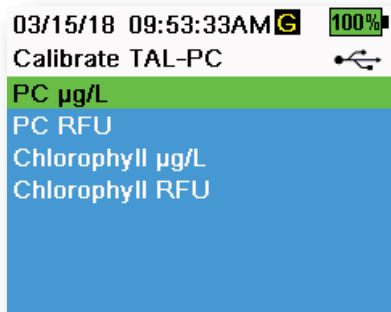
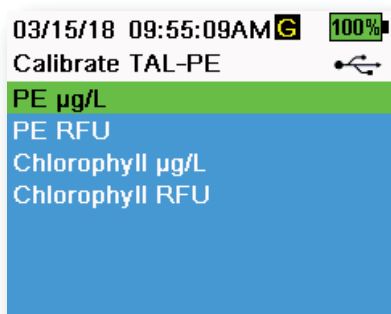

Figura 55 Opzioni calibrazione TAL-PC
Figura 56 Opzioni calibrazione TAL-PE
3. Selezionare il canale e le unità da calibrare. Opzioni per il sensore TAL-PC sono mostrate nella Figura 55, mentre le opzioni per il sensore TAL-PE sono mostrate nella Figura 56.